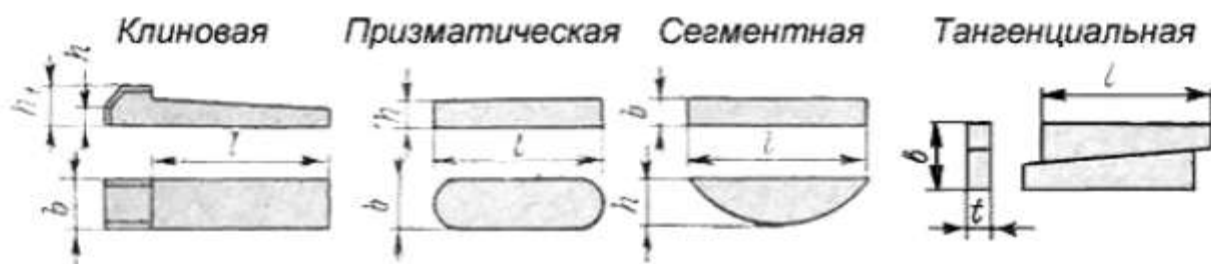

Рисунок 2 – Виды шпонок
- при установке сегментных и призматических шпонок (см. рисунок 2) в паз вала они должны входить с некоторым натягом, а в пазу охватывающей детали располагаются с некоторым зазором;
- клиновидные шпонки (см. рисунок 2) входят в канавки вала и охватывающей детали с натягом, их устанавливают в паз легкими ударами медного молотка